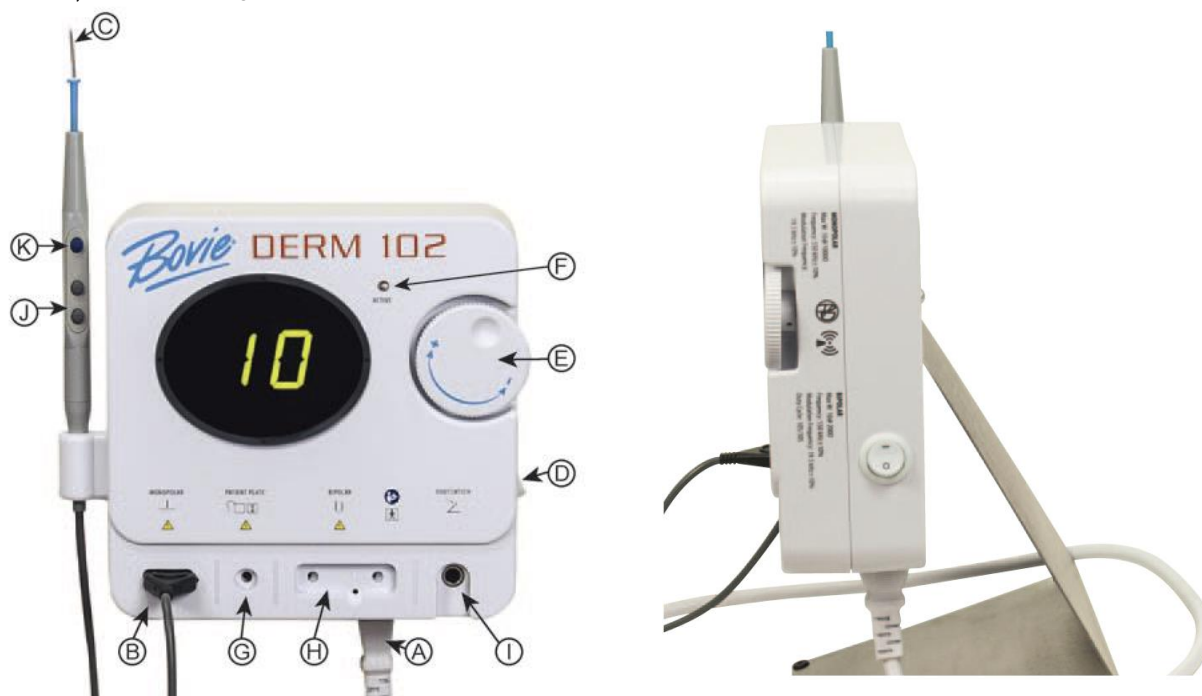

Fig 2
2. Conectați partea "feminină" a cablului de alimentare la locul corespunzător a aparatului (vezi fig. 2 și 3, lit. A).
4. Ieșirea Monopolar pentru mânerul este în partea stângă jos din partea frontală a aparatului (vezi fig. 2 și 3, lit. B). Conectorul mânerului este astfel fabricat încât de a fi conectat într-un singur mod. Conectați mânerul la conector de ieșire din partea de jos a aparatului (vezi fig. 2 și 3, lit. B). Mânerul cu trei butoane este proiectat să ofere medicului un control deplin asupra setărilor puterii de ieșire, doar cu degetele mâinii.
5. Puneți electrodul standard în mâner până este prins stabil (vezi fig. 2 și 3, lit. C). Mânerul acceptă majoritatea electrozilor 3/32" standard.
7. Porniți aparatul prin folosirea întrerupătorului din partea dreaptă a aparatului (vezi fig. 2 și 3, lit. D).
8. Setări puterea de ieșire prin folosirea butonului rotund pe partea frontală a aparatului (vez fig. 2 și 3 lit. E), sau numai prin butoanele sus și jos, aflate pe mânerul aparatelor Bovie. DERM 102 (vez fig. 2 și 3, lit. J). Când setarea nivelului puterii este efectuată prin mâner se va auzi semnal sonor, care arată că nivelul puterii a fost schimbat. Apăsarea și ținerea butoanelor pentru sus și jos aduce la schimbarea mai rapidă a setărilor nivelului puterii, având ca scop reglarea rapidă a acestor setări. Puterea de ieșire se arată în pași de 0,1 W .n diapazonul de la 0,1 până la 10 W.
9. Pentru a activa aparatul scoateți mânerul din dispozitivul de prindere. Puneți mânerul în poziția dorită și apăsați butonul pentru activare (vez fig. 2 și 3, lit. K). Când aparatul este activat se aude semnal sonor și se aprinde becul albastru pentru activare (vez fig. 2 și 3, lit. F).
10. Pentru a folosi padul opțional pentru împănământare cu cablu (A802EU), conectați cablul la conectorul de ieșire pentru pad de împănământare (vez fig. 2 și 3 lit. G), iar celălalt capăt la padul de împănământare. Padul trebuie aplicat sub pacient într-un punct unde întreaga lui suprafață să fie acoperită cu piele. Se recomandă folosirea de gel conductor.
11. Pentru a folosi cablu bipolar opțional (A827V), conectați-l la conectorii de ieșire bipolare (vez fig. 2 și 3, lit. H). După aceea cablul trebuie conectat la pacient. Un capac flexibil, așezat din spatele conectorilor de ieșire pentru monopolar și bipolar, nu permite posibilitatea utilizatorului de a le folosi simultan.
12. Întrerupătorul de picior opțional (A803) este conectat la conector de ieșire pentru întrerupător de picior și este deplasat pe podea (vezi fig. 2 și 3, lit. I). Întrerupătorul de picior poate fi folosit la proceduri monopolare și trebuie folosit la proceduri bipolare.